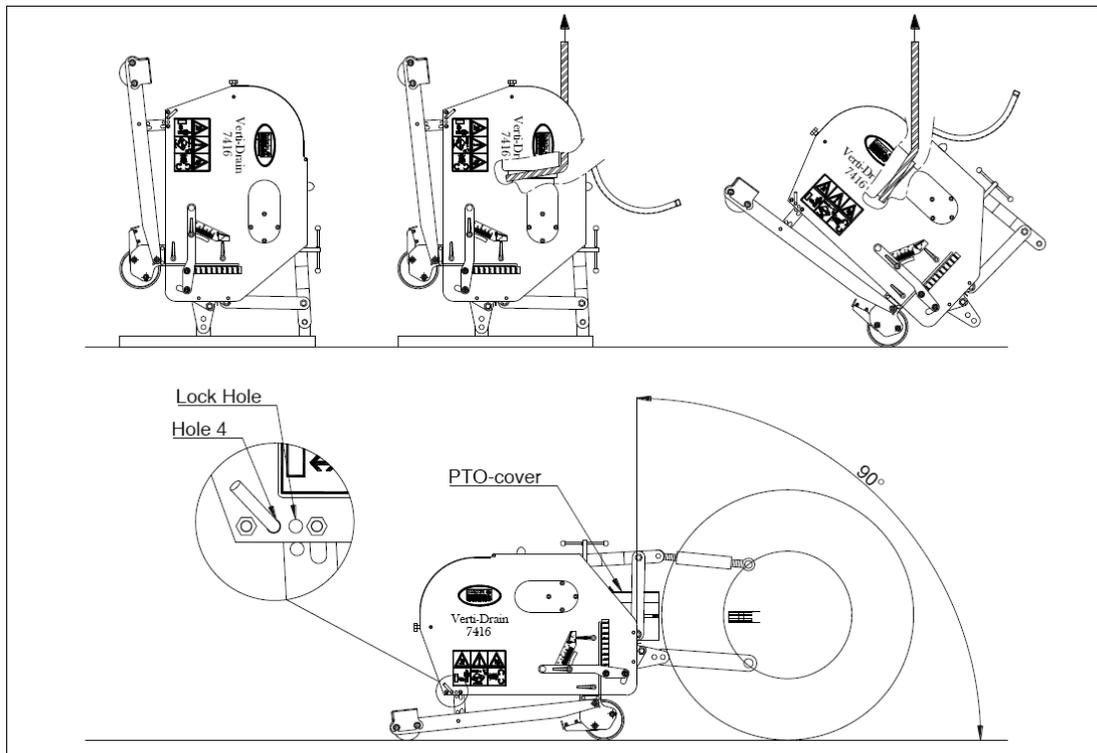

Fig. 1
Die Maschine steht senkrecht auf der Palette. Gehen Sie folgendermaßen vor, um die Palette zu entfernen und die Maschine waagrecht auf den Boden zu stellen (siehe Abb. 1):
@ Bei der Einstellung auf 90 Grad dringen die Stifte nur dann senkrecht in den Boden ein, wenn die Maschine korrekt installiert ist siehe Abb. 1. Ist sie nicht korrekt installiert, kann eine Kraft  $F$ , siehe Abb. 5, entstehen, wodurch die Maschine beschädigt wird.
- @ Wenn das VERTI-DRAIN nicht korrekt hinter dem Schlepper montiert ist, siehe Abb. 1. können unterschiedliche Zapfwellenwinkel Schwingungen in der Antriebslinie der Maschine verursachen. Diese Schwingungen können die Maschine und die Löcher im Boden beschädigen.